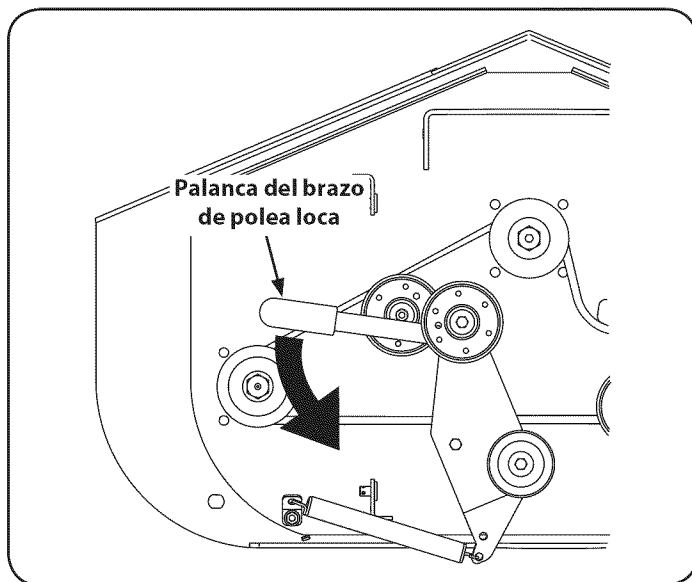

Figura 36
3. Reduzca la tensión de la correa de la PTO moviendo la palanca del brazo de polea loca hacia la parte trasera del tractor, luego retire la correa de la polea. Vea la Figura 36.